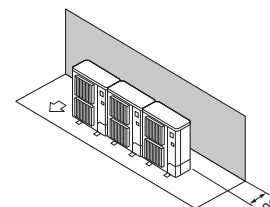

Fig. 2-9
- ① Εμπόδια στην πίσω πλευρά μόνο (Fig. 2-9)